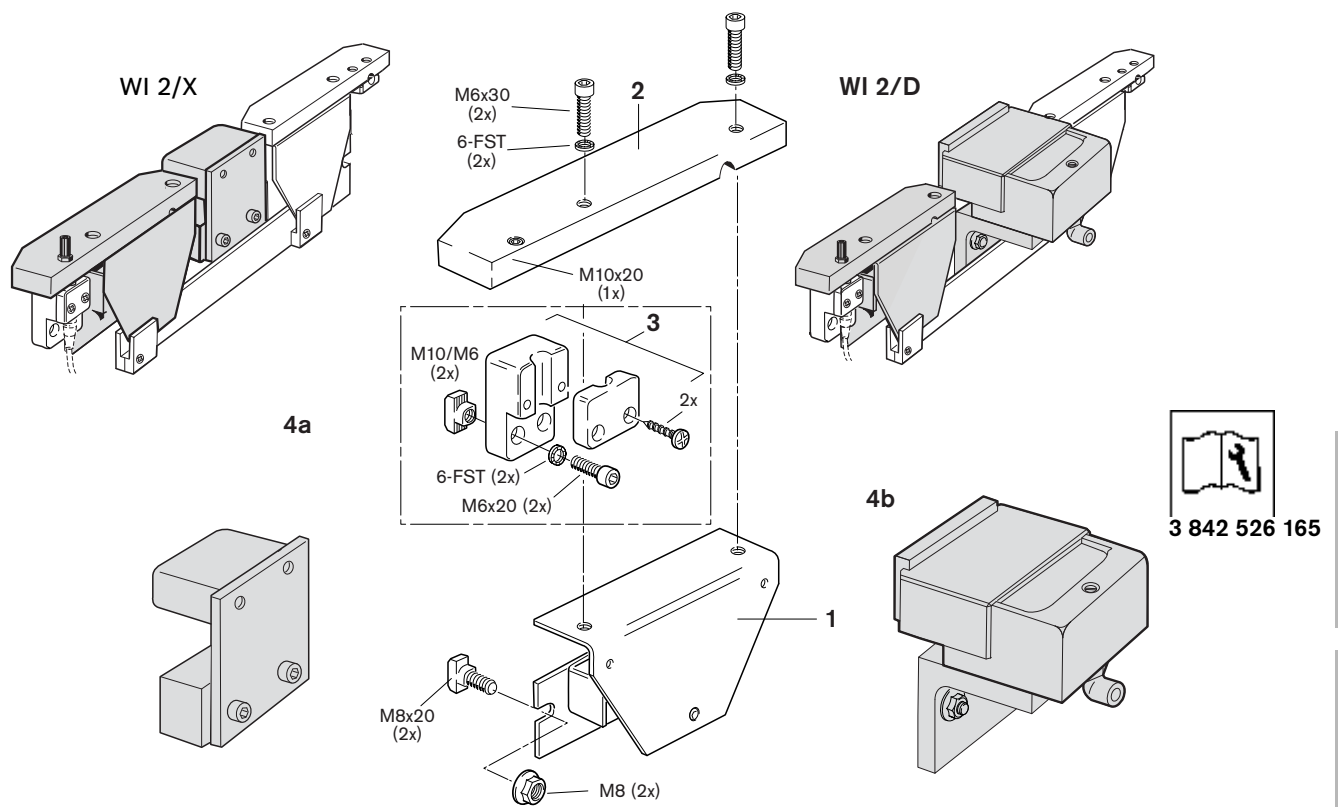

Fig. 1
Die Wippen WI 2/X und WI 2/D werden mit Dämpfer (4a) und (4b), Wippenkörper (1), unmontierte Anschlagleiste (2), komplettem Befestigungssatz und Schalterhaltern geliefert (Fig. 1).
- Anschlagleiste (2)
- Wippenkörper (1)
- Verbindungsleiste (5)
The WI 2/X and WI 2/D rockers are supplied with dampers (4a) and (4b), a rocker body (1), an unmounted stop rail (2), a complete fastening kit, and switch brackets (Fig. 1).
Les bascules WI 2/X et WI 2/D sont livrées avec amortisseur (4a) et (4b), corps de bascule (1), barre de butée non montée (2), jeu de pièces de fixation complet et supports d'interrupteur (Fig. 1).